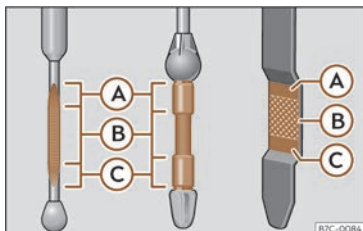

Fig. 229 Joa de ulei.
- Apoi scoateți-o din nou și verificați nivelul uleiului >>> fig. 229. Dacă este necesar, adăugați ulei de motor.
- Când nivelul uleiului ajunge cel puțin la zona >>> **fig. 229 B**, înșurubați cu atenție bușonul orificiului de umplere cu ulei >>> .